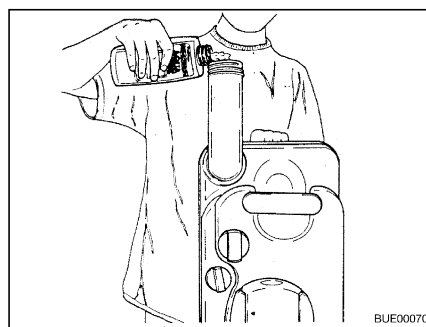

Fig. 179 Rifornimento di liquido sanitario
- Versare la quantità indicata di liquido sanitario nel serbatoio fecale (Fig. 179).